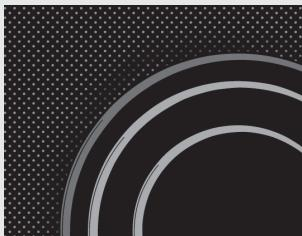

рис.2
**Декоративный рисунок** на варочной поверхности может стираться из-за использования агрессивных и грубых чистящих средств, а также посуды с поврежденным или грубым дном (рис. 2).